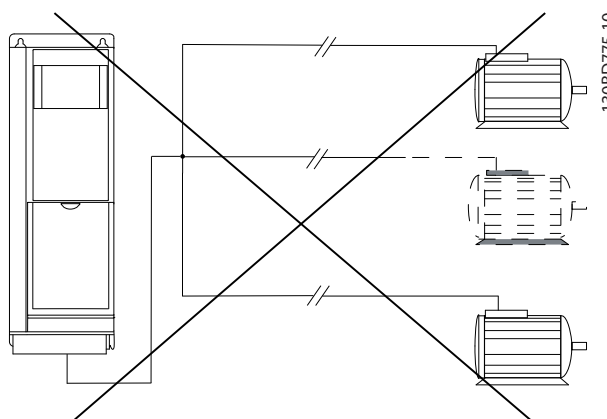

Ilustración 3.12 Conexión de punto común para longitudes del cable largas
- No utilice conexiones de punto común para longitudes de cable largas, consulte la *Ilustración 3.12*.